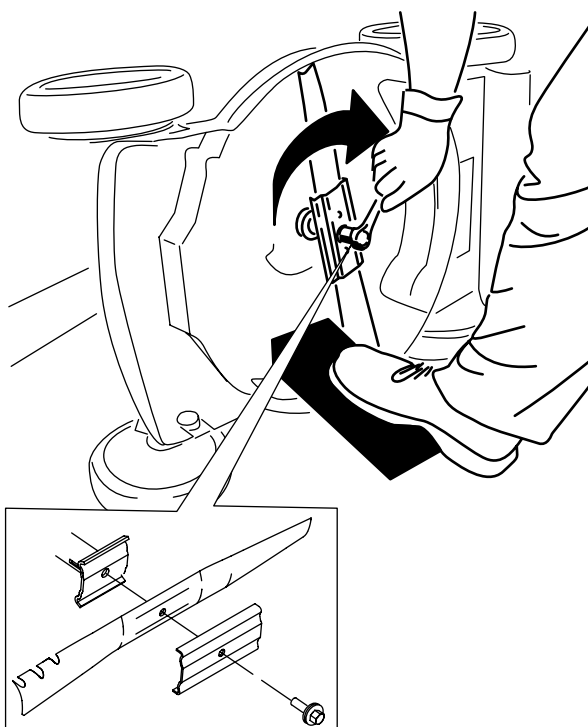

Figura 23
4. Instale la cuchilla nueva y todos los herrajes de montaje (Figura 23).